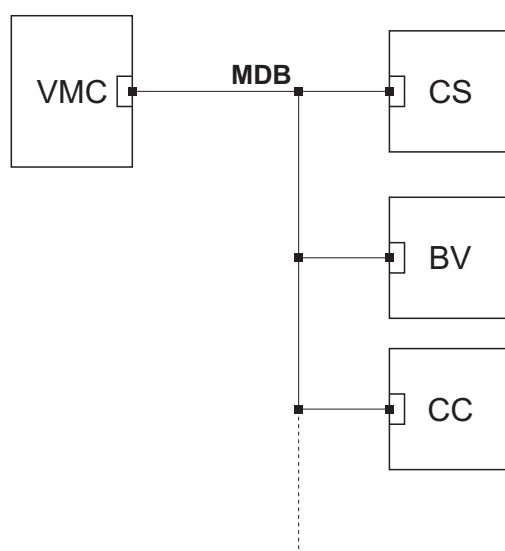

Fig. 3: Collegamento con un distributore e delle periferiche (1)
Il lettore currenza clip (CS) viene collegato attraverso un cavo a Y con il distributore e altre periferiche, vedi fig. 3.